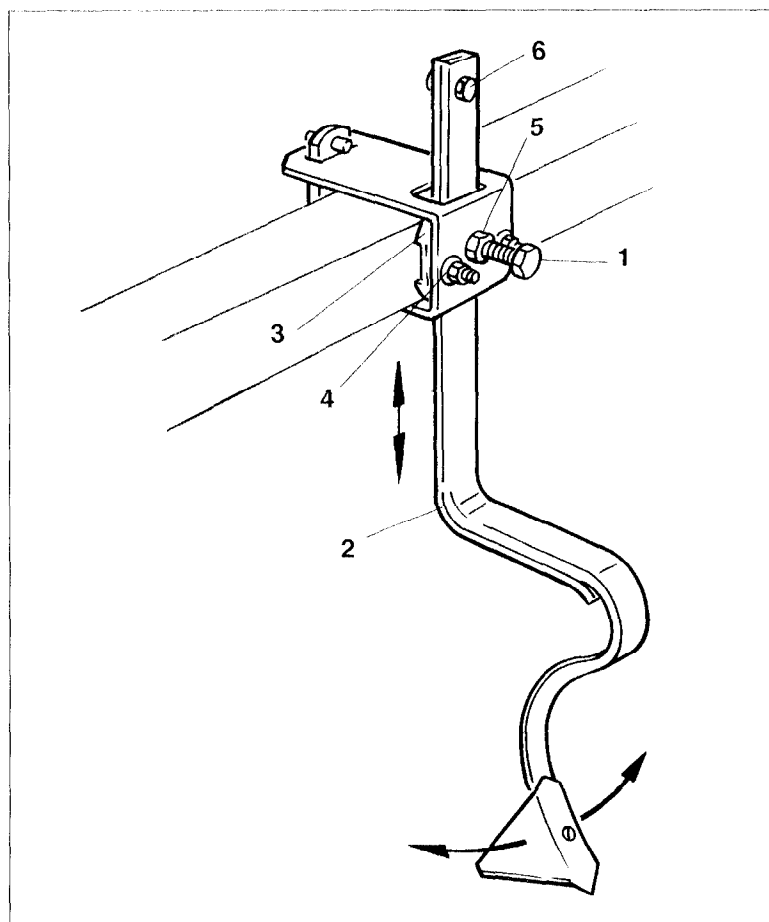
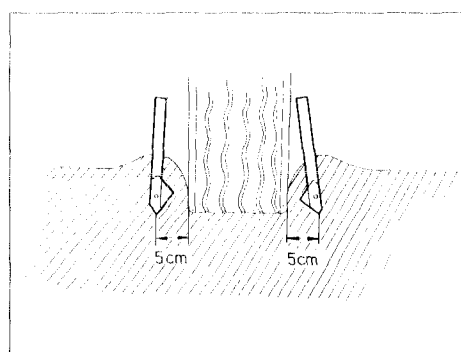

Fig. 19.1
Fig. 19.2
Der lose Boden neben der Schlepperspur (siehe Fig. 19.2) wird von den Spurlockerern (Fig. 19.1) in die Schlepperspur "gepflügt". Auf diese Weise erreicht man die beste Einplanierung der Schlepperspur und bekommt ausreichend losen Boden für den Aufgang des Saatgutes. Beschädigungen der Spurlockerer durch Steine in der festgefahrenen Spur werden vermieden.
Bei Lieferung sind vier Spurlockerer (Fig. 19.1) am Rahmenhauptrohr Ihrer Sämaschine befestigt. Spurlockerer erst unmittelbar vor der Arbeit auf dem Feld in Arbeitsstellung bringen:
- Skt.-Schraube (Fig. 19.1/1) lösen und Spurlockerer auf dem Rahmenhauptrohr in die richtige Position schieben:
Spurlockerer am Rahmenhauptrohr so befestigen, daß jeweils zwei Spurlockererzinken (siehe Fig. 19.2) ca. 5 cm rechts und links neben der Schlepperspur arbeiten. Die Montage der Spurlockererzinken, wie in Figur 19.3 gezeigt, ist zu vermeiden.
Die Spurlockererzinken (Fig. 19.1/2) können mit der Verstellplatte (Fig. 19.1/3) zur Seite geschwenkt werden, falls die richtige Arbeitsstellung durch Verschieben des Spurlockerers auf dem Rahmenhauptrohr nicht erreicht wird. Vor dem Schwenken der Spurlockererzinken sind die beiden Skt.-Mutter (Fig. 19.1/4) zu lösen und nach erfolgter Einstellung wieder fest anzuziehen.
- Spurlockererzinken (Fig. 19.1/2) auf die richtige Arbeitstiefe einstellen.
- Skt.-Schraube (Fig. 19.1/1) festziehen und mit einer Kontermutter (Fig. 19.1/5) sichern.
Die Sicherungsschraube (Fig. 19.1/6) verhindert, daß der Spurlockerer durch den Bügel hindurchfällt und verloren geht, wenn sich die Befestigungsschrauben lösen sollten.
Vor dem Abstellen der Sämaschine Spurlockererzinken (Fig. 19.1/2) hochschieben, um Beschädigungen der Spurlockerer zu vermeiden.